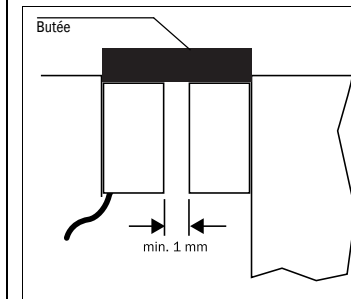

Fig. 6: Exemple de montage d'un interrupteur de sécurité et de son actionneur
- Monter l'interrupteur de sécurité et l'actionneur de sorte qu'ils ne se touchent pas: Protecteur fermé, la distance minimale des faces en regard est de 1 mm (Fig. 6).
- Mettre en place les butées nécessaires pour les parties mobiles des protecteurs (Fig. 6).